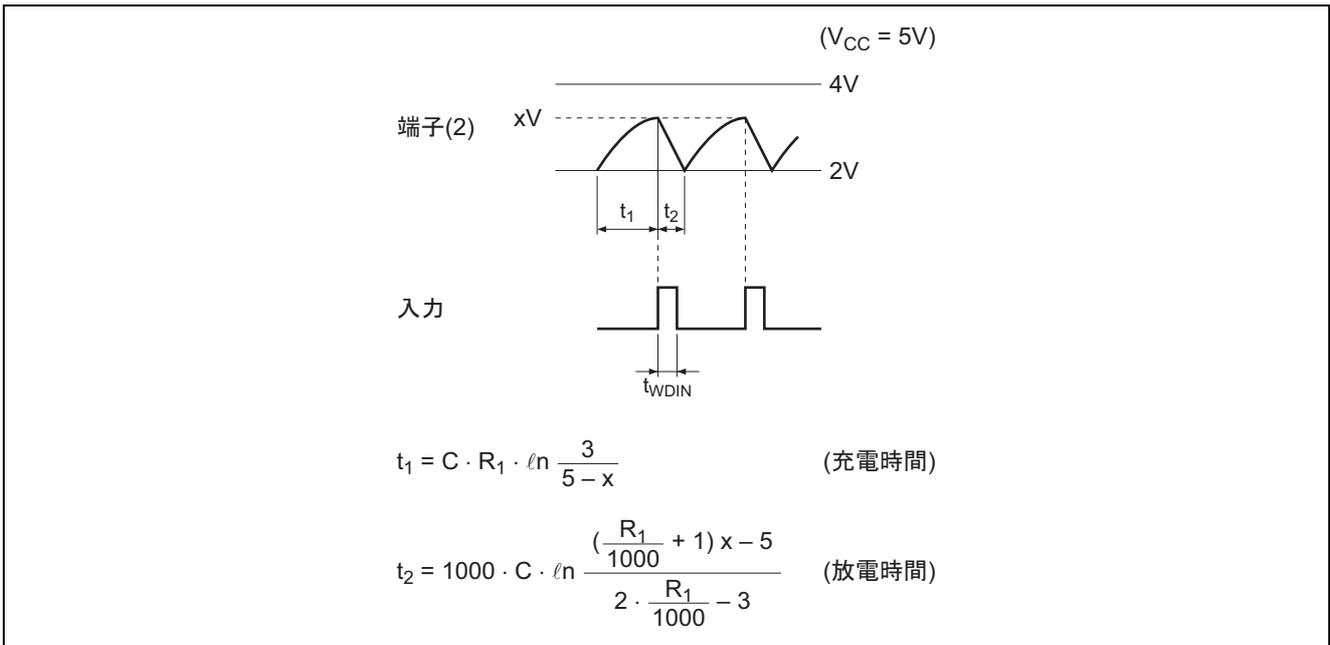

図 3
(1)WD 入力正常時, (2)TC 波形は図 3 のようになります。